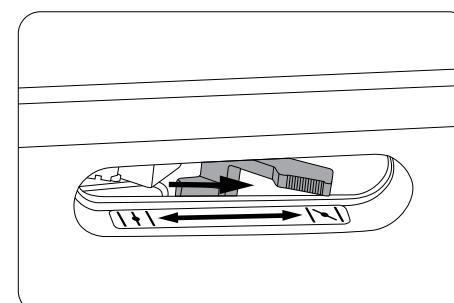

рис. 23
Поверните рычаг воздушной заслонки (2) в положение (рис. 23)